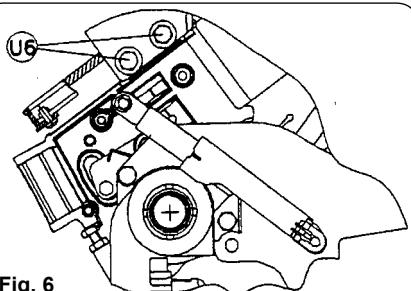

Fig. 6
-Ослабьте винты U6 (рис. 6) и установите разделительное полотно, после чего затяните винты, а затем установите на место крышку M (рис. 16).